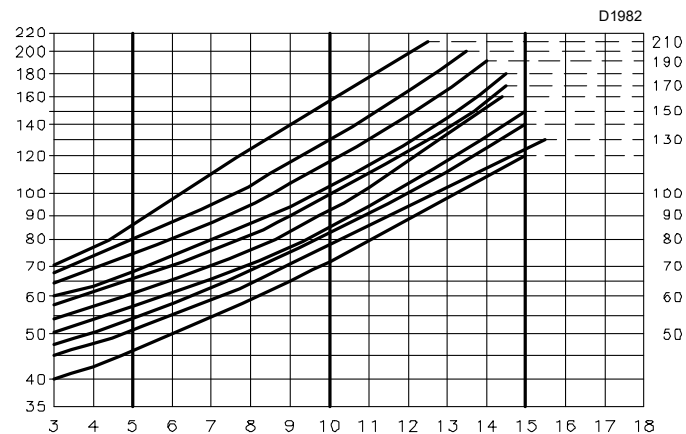
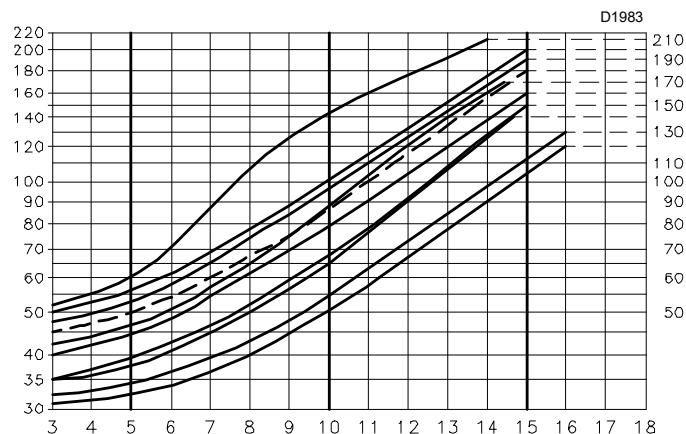

Рис. 17
Рис. 18
- Vergonzo типа A3 - с углом 45° (Рис. 17)
- Vergonzo типа A4 - с углом 45° (Рис. 18)
Если требуется форсунка с промежуточной пропускной способностью, расположенной между двумя значениями, приведенными на графике (Рис. 17 и Рис. 18), выберите форсунку большего размера.